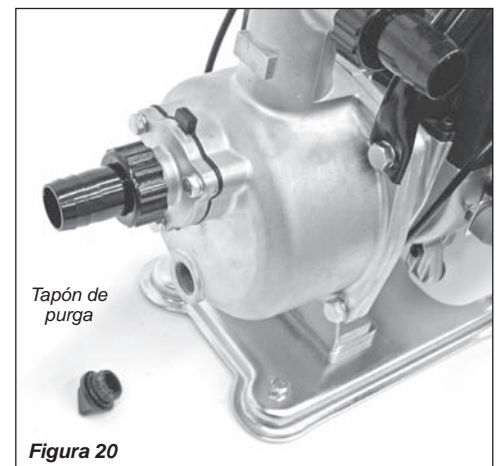

Figura 20
- Quite el tapón de purga y purgue toda el agua de la carcasa de la bomba. Ver la Figura 20.